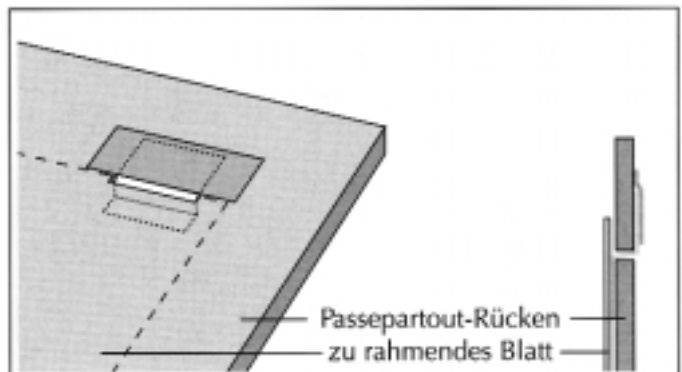

Bild 13: **Verstärkter durchgezogener Hänge-Falz**
6. Montierung mit durchzogenem u. verstärktem Hängefalz (Bild 13)